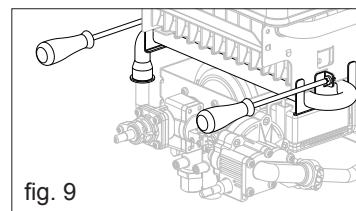

fig. 9
- Desatornille los tornillos que fijan el colector (fig. 9)